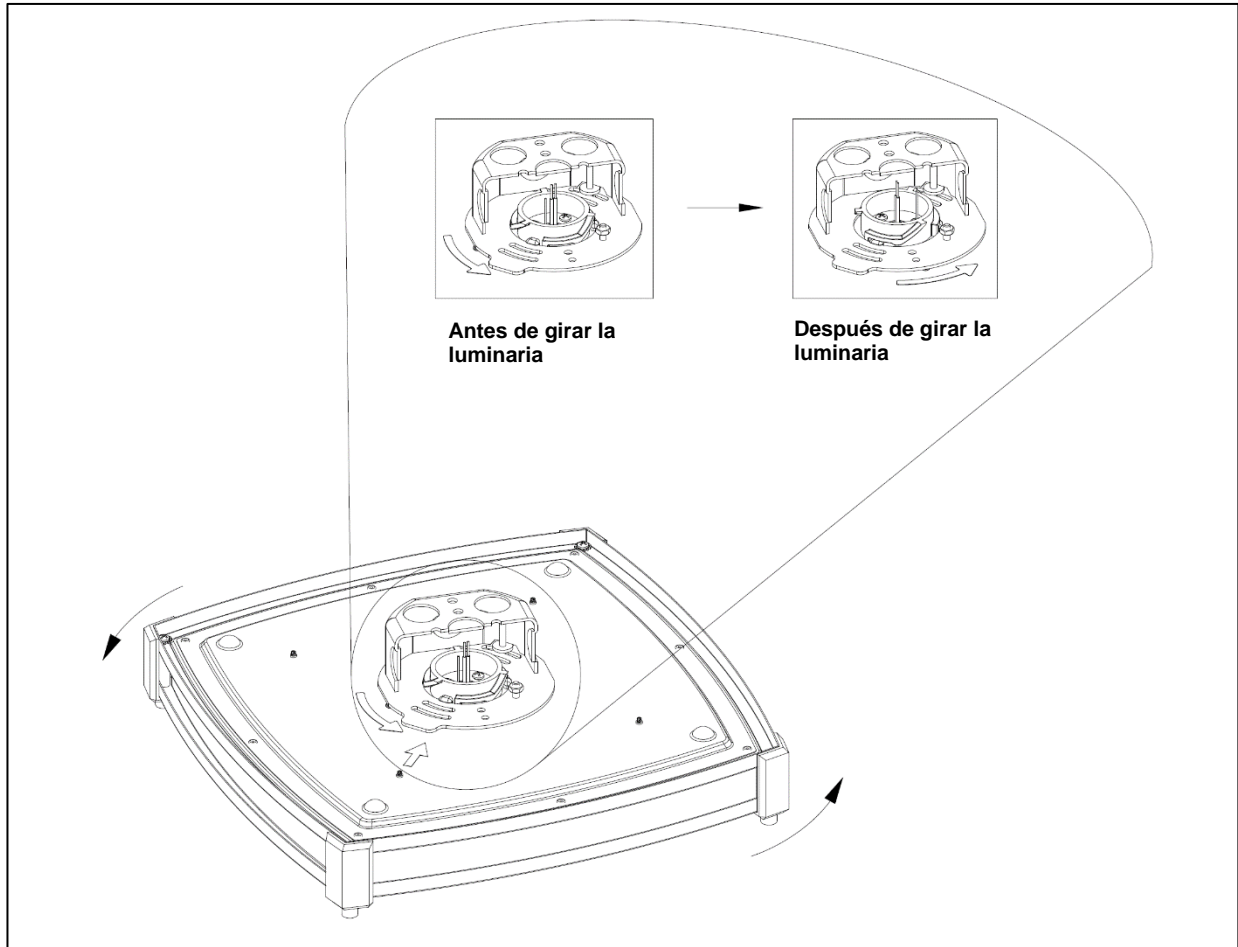

Figura 8
10. Asegure el conjunto del dispositivo al soporte de montaje **girando el dispositivo en sentido HORARIO mientras lo empuja suavemente hacia arriba en la caja de conexiones, como se muestra en la Figura 8**. Debería sentir un ligero "golpe" para confirmar que el dispositivo está bloqueado en su lugar. El dispositivo debe girarse 90 grados en el sentido de las agujas del reloj desde la alineación de la flecha hasta su instalación completa. Si se alinea con un Saturno cuadrado, el instalador tendrá un poco más de tolerancia para ajustar la alineación del dispositivo después de sentir el "golpe". Si la caja de conexiones sobresale del techo, es posible que haya un espacio entre la lámpara y el techo.